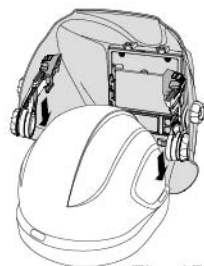

Fig. 15
- Skub adapterfligene ind i slidserne på hver side af beskyttelseshjelmen (se fig. 15).